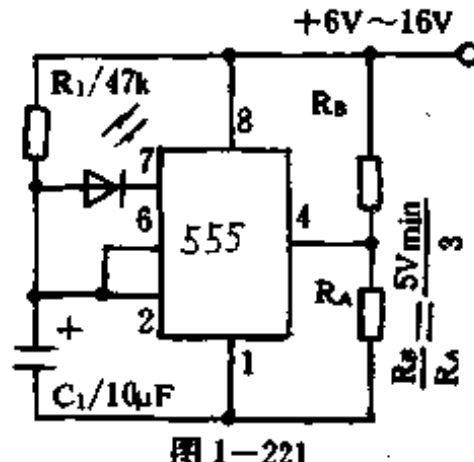

图 1-221
用分压电阻 R_B 及 R_A 将电瓶输入电压予以分配后接至复置输入端(第④脚)对电源供电电压作一定位值的观察,当其降低至某一定位值时,第④脚的电压将降至 0.7V,仅当供电电压高于所预设的参考电压时,LED 才会亮,一旦况 LED 不亮时,便可断定电瓶需予充电。电路见图 1-221。